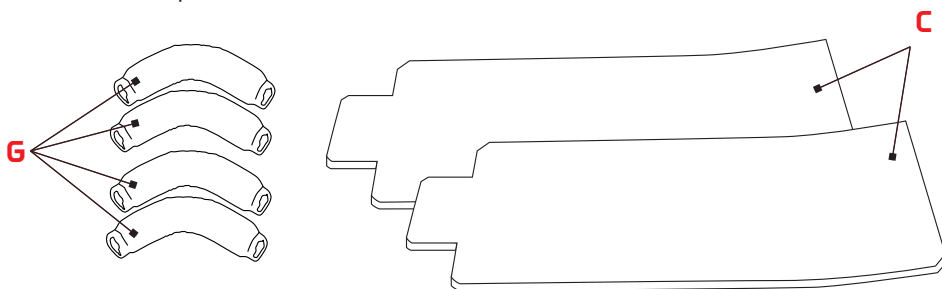

Fig.6
Spinta di galleggiamento totale (fig. 6) con il kit 880020300KK FLOK-IT (L) completamente immerso (componenti opzionali)	400 N